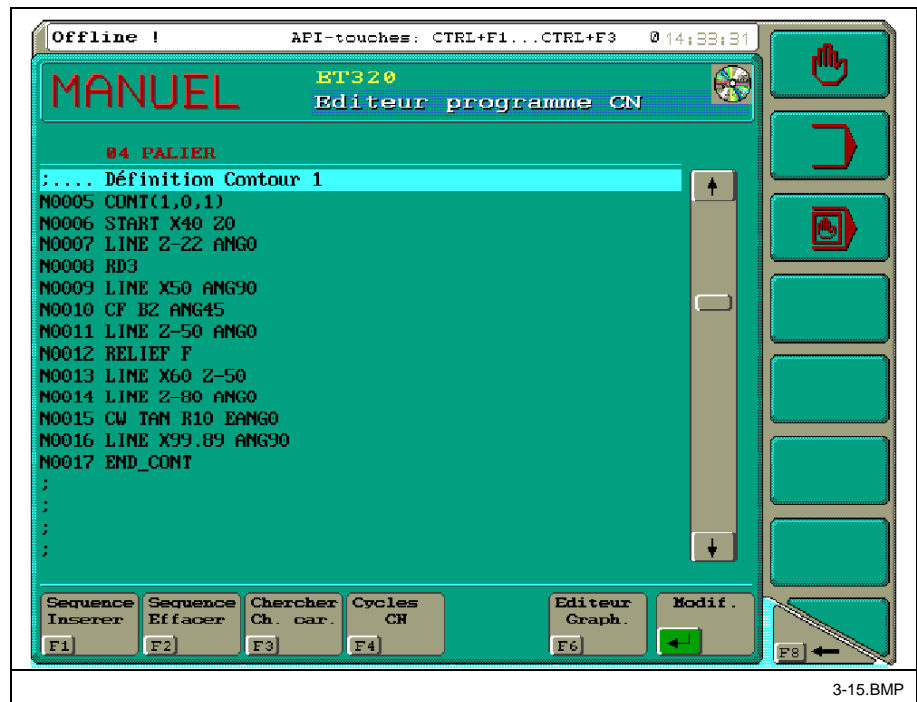

Fig. 3-15: Appel de la fenêtre de modification de contour EGC
**Appel** Depuis la fenêtre de création, l'appel de la fenêtre de modification se fait par la touche fonction <F2> 'Correct.'. Lorsque l'on édite un contour déjà existant depuis le programme CN par la touche <F6>'Editeur Graph.' La fenêtre de modification du contour s'ouvre directement. (voir Fig. 3-15).